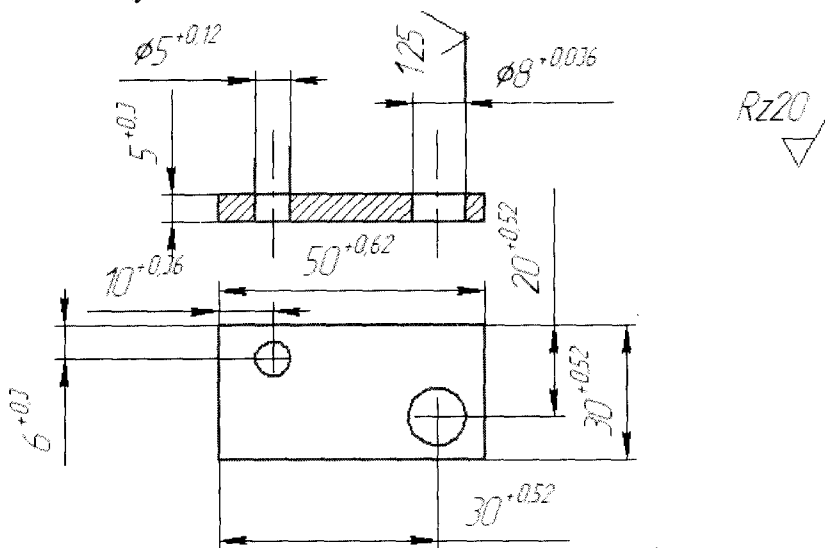

Рисунок 5.9 – Чертеж детали
4.3.4. По заданному чертежу детали (рисунок 5.9) выбрать последовательность обработки поверхностей.